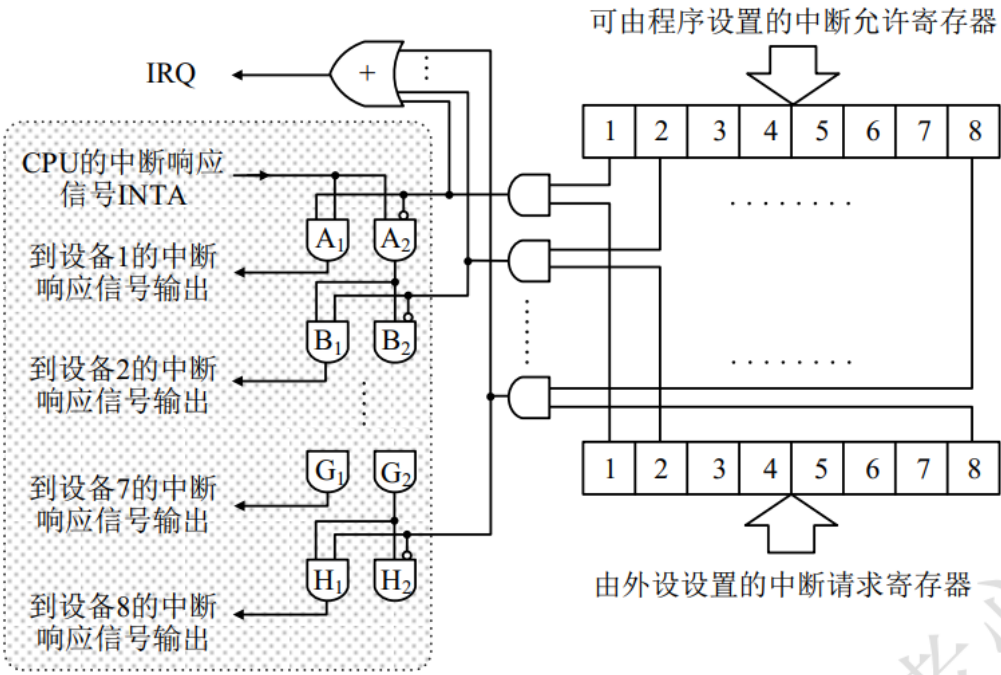

图 4.55 菊花链式优先权排队电路
4.44 分析图 4.55 所示菊花链电路，某计算机系统有 4 个中断源，设计基于菊花链的优先级排队电路（画出电路示意图），并指出优先级最高的是哪个中断源。
在图 4.55 中，假设中断请求信号和中断响应信号 INTA 都是高电平有效。CPU 送出 INTA 后，若设备 1 有中断请求，则与门 A1 开，与门 A2 关，中断响应信号送至设备 1 而不再向下一级传送。反之，若设备 1 无中断请求，则与门 A1 关，与门 A2 开，中断响应信号继续向下一级传送；若设备 2 有中断请求，则与门 B1 开，中断响应信号送至设备 2，同时与门 B2 关，中断响应信号不再向下传送（无论后面的设备是否有中断请求）。依据上述分析，设备接入菊花链的顺序决定了设备的中断优先级：越靠近链前端（靠近 CPU）的设备优先级越高。